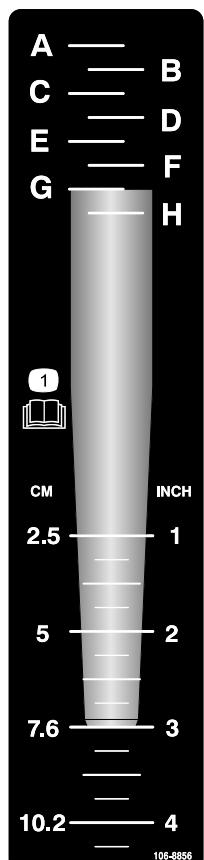

Figura 23
- Deje el taladro deseado sobre la pegatina de profundidad mientras alinea la punta del taladro con la profundidad de aireación deseada, como se indica en Figura 23.
- Determine la letra de ajuste alineada con el extremo de montaje del taladro (Figura 23). Ajuste el control de profundidad a la letra correspondiente en la pegatina.